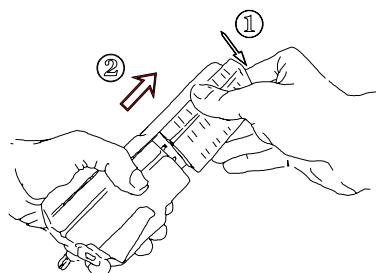

Figura 3.- Extracción de la batería.
La batería resulta accesible desde la parte posterior del instrumento. Para desconectar la batería, presionar la pestaña que existe en un extremo de la misma (1) y realizar un movimiento de separación entre la batería y el cuerpo del instrumento (2). La batería se desprenderá de su alojamiento. Entonces deslizar hacia afuera la batería, tal como se muestra en la figura 3.